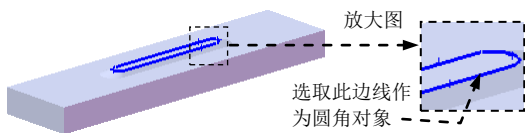

图 17.10.45 定义圆角 1 参照
(3) 选择引导线。本例中使用系统默认的引导线。
(4) 单击“放样”对话框中的  按钮，完成放样 1 的创作。
Step7. 创建圆角 1。要圆角的对象为图 17.10.45 所示的边线，圆角半径值为 5.0。